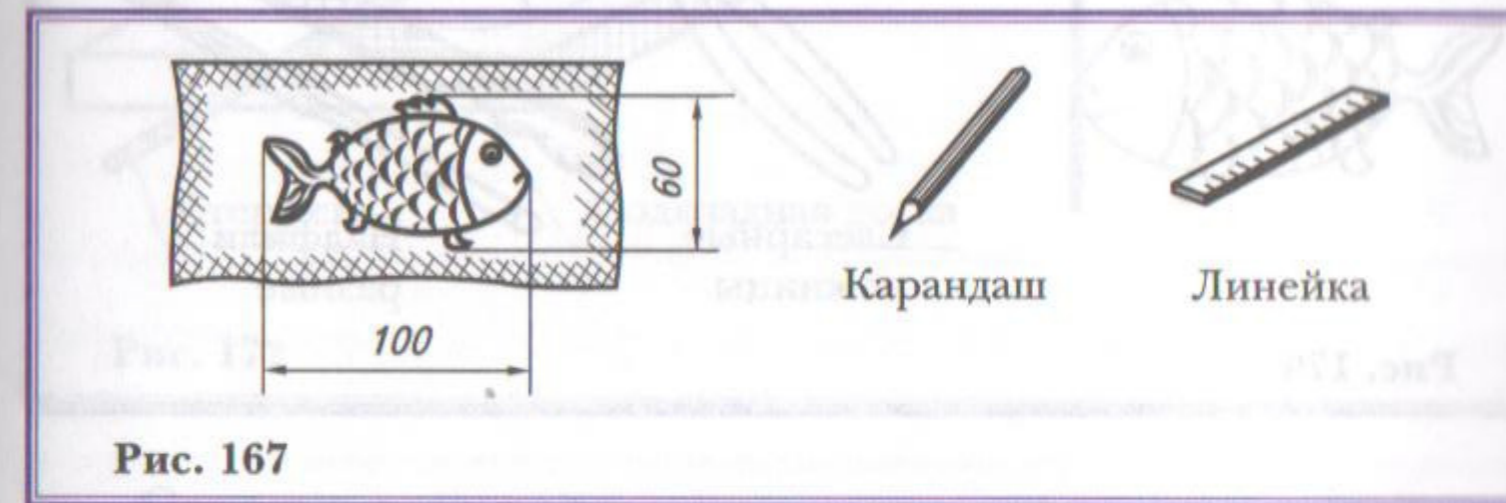

Рис. 167
2. Сделать шаблон рыбки – нарисовать рисунок рыбы на листе бумаги (рис. 167).